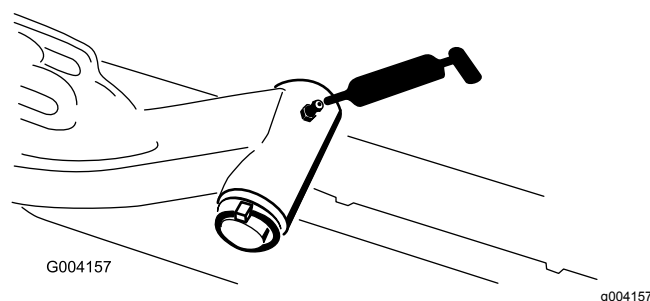

Figura 78
- Eje pivotante del brazo de elevación (1 en cada) (Figura 78)